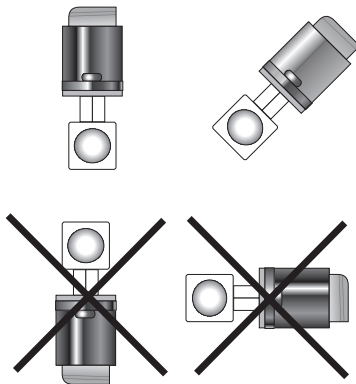

Fig. 4
4. INSTALLAZIONE ATTUATORE ELETTROMECCANICO LINEARE (Fig. 4)